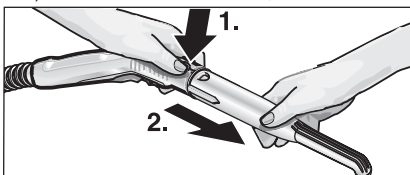

Fig. 5: Detașarea accesoriilor
- Pentru detașarea accesoriilor, apăsați butonul de dezăvorie (C2 respectiv G3) și despărțiți părțile componente (vezi fig. 5).